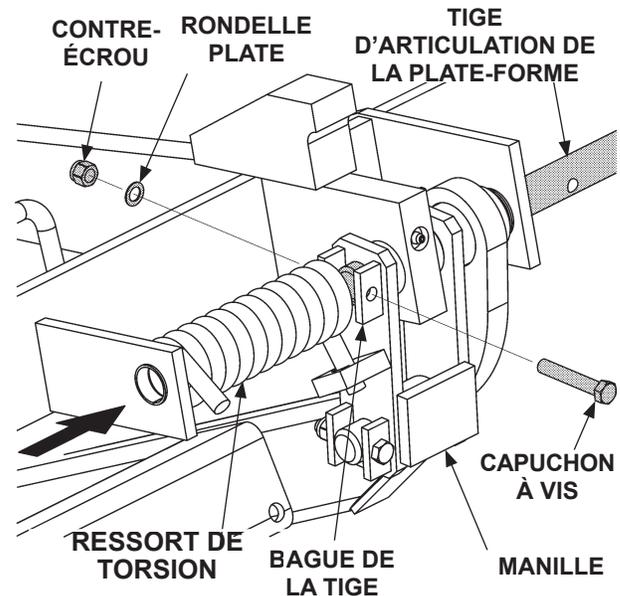

FIG. 21-1
4. Retirez le capuchon à vis, la rondelle plate et le contre-écrou de la bague de la tige sur la ferrure d'articulation de la plate-forme. Poussez la tige d'articulation de la plate-forme vers l'extérieur depuis la manille en exerçant juste assez de pression pour libérer le ressort de torsion (FIG. 21-1). Retirez le ressort de torsion.